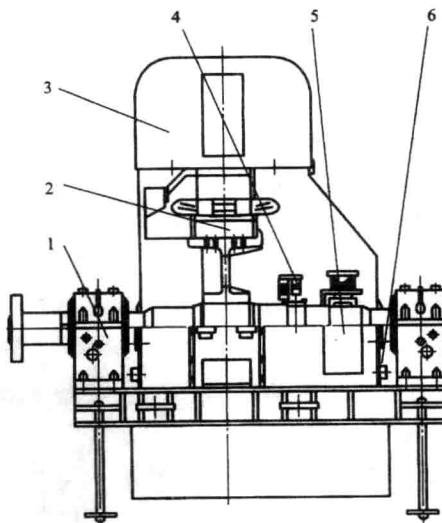

图 1—1 无刷同步电动机结构
随着工业的迅速发展，一些生产机械要求的功率越来越大，如空气压缩机、送风机、球磨机、电动发电机组等，功率可达数百乃至数千千瓦，采用同步电动机拖动更为合适。这是因为大功率同步电动机与同容量的异步电动机比较，有明显的优点。首先，同步电动机的功率因数较高，在运行时，不仅不使电网的功率因数降低，相反地，还能够改善电网的功率因数，这点是异步电动机做不到的；其次，对大功率低转速的电动机，同步电动机的体积比异步电动机的要小些。无刷同步电动机结构如图 1—1 所示。
(1) 开启式电动机。开启式电动机的定子两侧和端盖上都有很大的通风口，如图 1—2 所示。它散热好，价格便宜，但容易进灰尘、水滴和铁屑等杂物，只能在清洁、干燥的环境中使用。开启式电动机又可分以下几类。